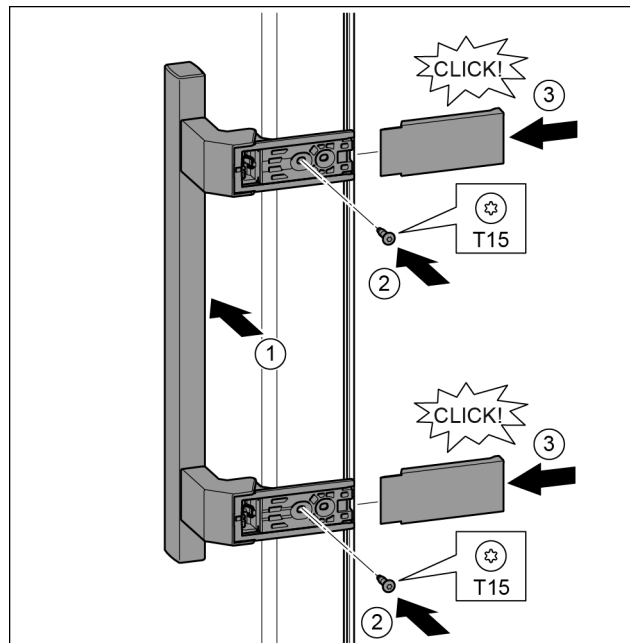

Fig. 21
- ▶ Nasad'te madlo na protilehlé straně. Fig. 21 (1)
- ▶ Šroubovákem T15 pevně utáhněte šrouby. Fig. 21 (2)
- ▶ Kryty bočně nasad'te a nasuňte. Fig. 21 (3)